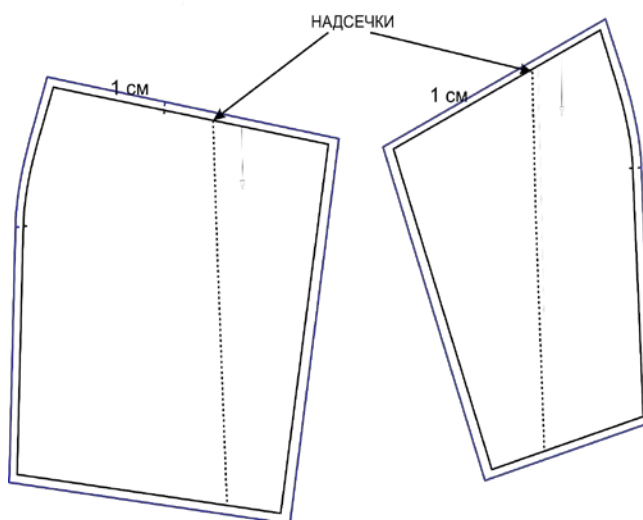

Рис. 2
5. Сделайте надсечки на правой и левой передних частях юбки по верхнему срезу по контрольной линии, определяющей строчку соединения этих деталей между собой (Рис.2).
Внимание! Конструктивное решение шва обтачивания пройм точно такое же, как и шва обтачивания горловины, однако технологически данная операция выполняется в два приёма. Сначала обтачивается верхняя часть пройм, а затем нижняя часть (Рис.2). Припуски шва обтачивания необходимо настрочить на обтачку в нижней части пройм. Обтачку заутюжьте на изнаночную сторону. Шов обтачивания необходимо вспушить (закрепить клеевой нитью) и приутюжить.